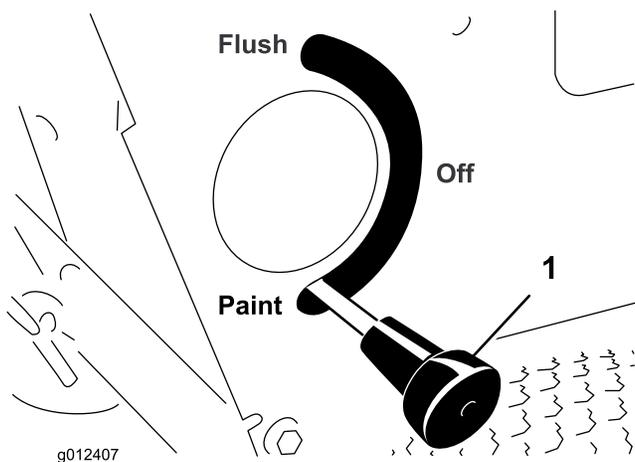

Figura 33
6. Accertatevi che la leva di lavaggio/verniciatura (Figura 33) sia nella posizione di verniciatura (PAINT).